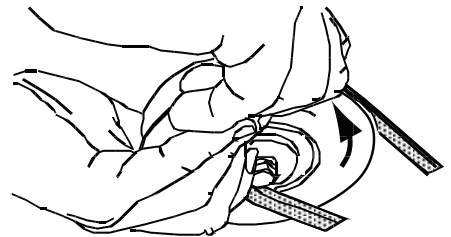

Figure 4-20
9. Tirez la droite de la courroie vers l'avant et placez le côté en V étroit dans la gorge de la poulie de la prise de force. Voir la Figure 4-20.